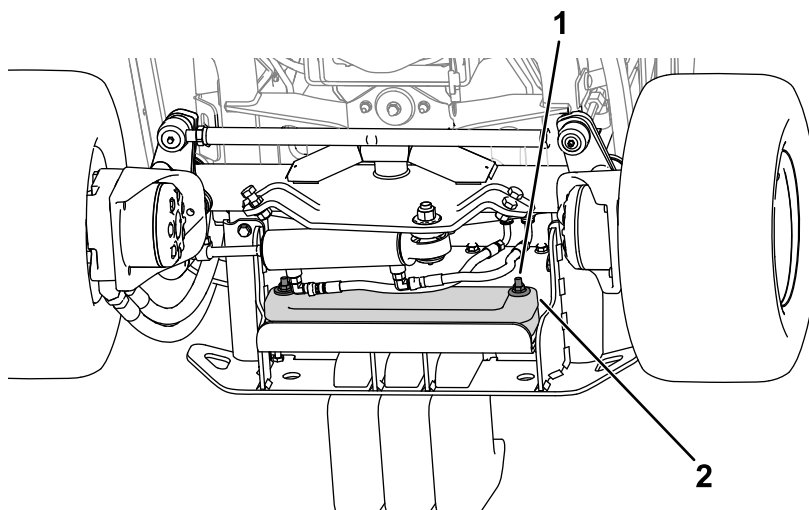

Bild 18
2. Verwenden Sie die Befestigungselemente, um den Ballast an der Stoßstange zu befestigen (Bild 18).